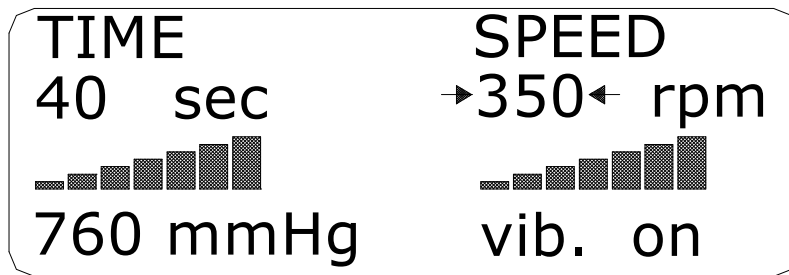

FIG. 5
11. Iniciar la espatulación pulsando la tecla 12 MIX: El tiempo programado comienza a decrecer. Antes y durante la espatulación se puede modificar la velocidad de rotación de la espátula: pulsar la tecla 17 SPEED. Se resalta con dos flechas el valor programado de las rpm (Fig 5), modificar el valor mediante las teclas 19. Para guardar, pulsar nuevamente la tecla 17 SPEED o bien dejar transcurrir 5 segundos.